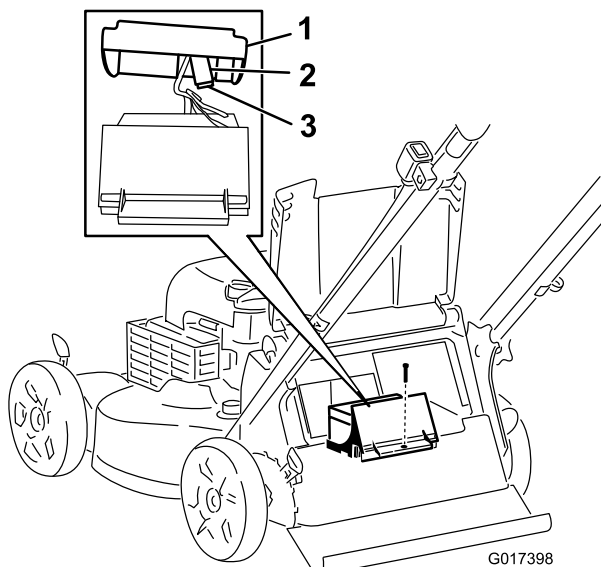

Bild 28
- Entfernen Sie die Schraube, mit der das Batteriefach befestigt ist, ziehen Sie die Batterie heraus und finden Sie die Sicherung (Bild 28).
- Wechseln Sie die Sicherung im Sicherungshalter aus (Bild 28).